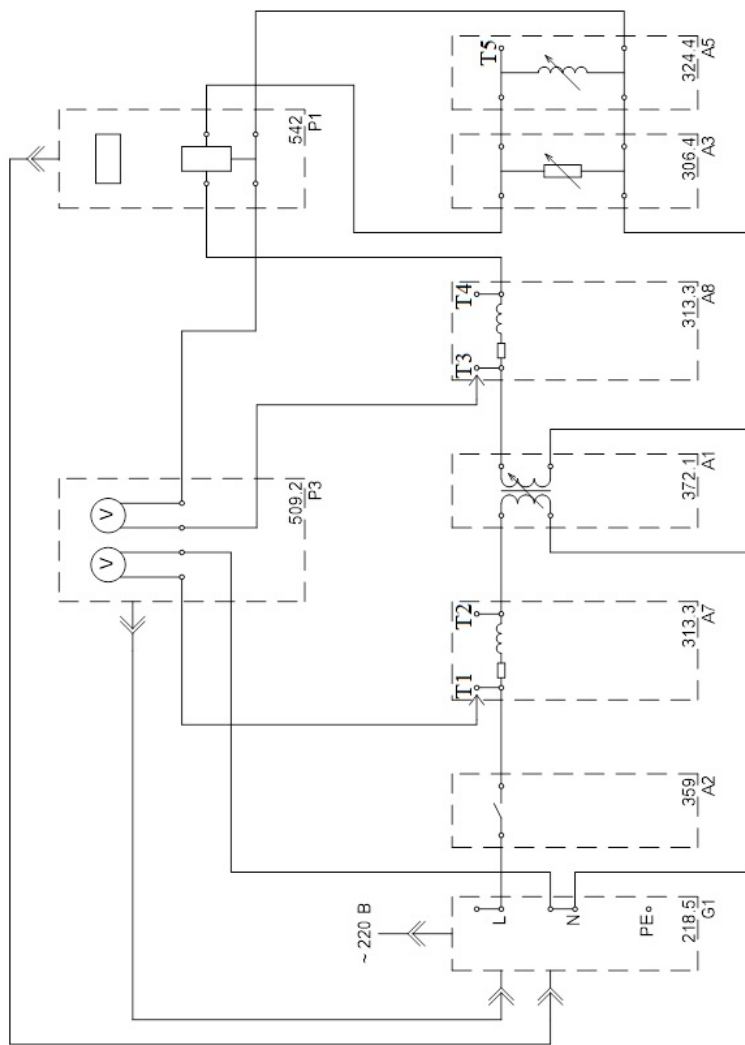

Рис. 4.1. Схема для изучения встречного регулирования напряжения [7, с. 4]
Электрическая схема соединений представлена на рис. 4.1. Она состоит из однофазного источника питания G1 (218.5); автоматического однополюсного выключателя A2 (359); модели линии электропередачи A7, A8, (313.3); однофазного трансформатора A1 (372.1); активной нагрузки A3 (306.4); индуктивной нагрузки A5 (324.4); измерителя параметров однофазной сети P1 (542); блока мультиметров P3 (509.2).
3. Соедините аппаратуру в соответствии со схемой электрических соединений, приведенной на рис. 4.1.